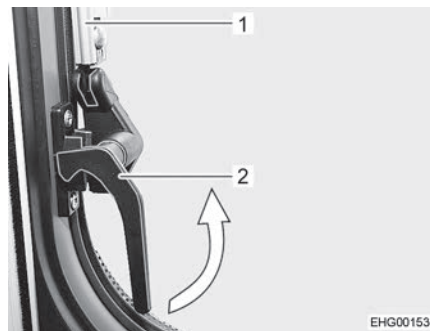

Bild 38 Låsarm, i sidan (i läget
- Sväng låsarmarna i sidorna (Bild 38,2) ett kvarts varv mot fönstrets mitt.
- Öppna det överkantshängda fönstret till önskat läge. Automatik-spärren (Bild 38,1) hakar fast automatiskt.